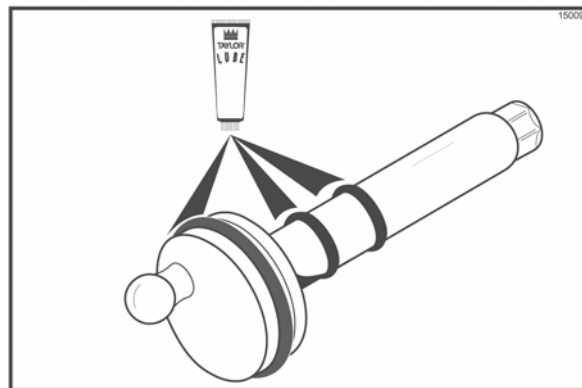

Figura 12
13. Deslize o anel-O preto maior e os dois menores nos entalhes do eixo de acionamento. Lubrifique completamente os anéis-O e o eixo. NÃO lubrifique a extremidade sextavada do eixo. (Veja a Figura 12.)